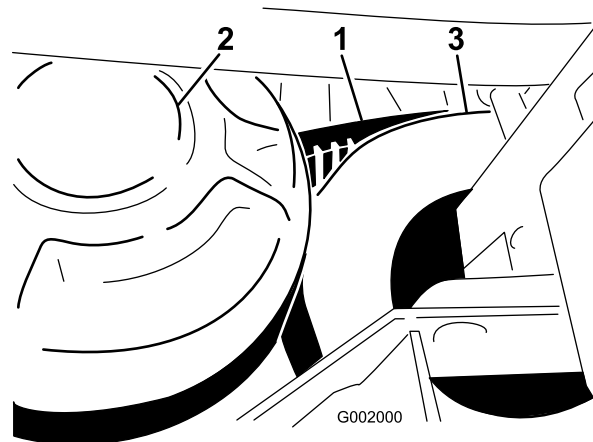

Figure 66
1. Faites tourner la courroie et faites-la passer sur l'embrayage secondaire (Figure 66).